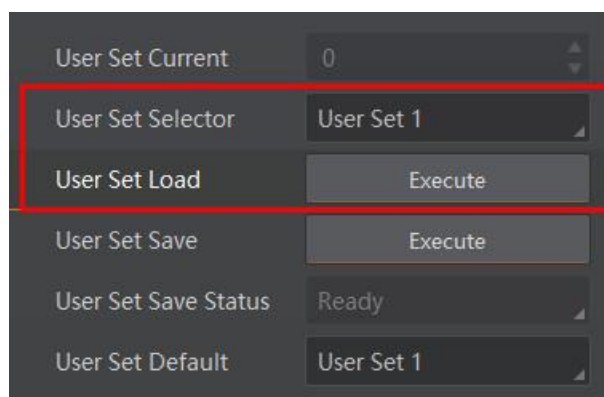

图10-41 加载参数设置
- 加载参数：在连接设备但不预览时，可对设备进行加载参数的操作。通过 *User Set Selector* 参数下拉选择其中一套参数，点击 *User Set Load* 处的 **Execute**，即可将选择的一套参数加载到相机中，如图10-41所示。